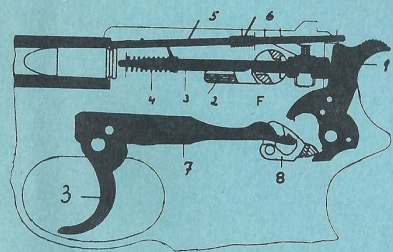
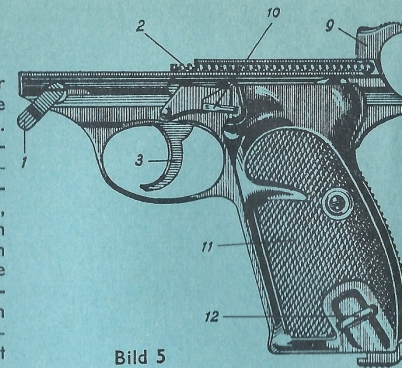

Bild 4
Bild 5
Der gewölbte Teil des Verschlusses ist als Kammer ausgebildet (vgl. Bild 4).
In ihr lagert der Schlagbolzen (3) mit Feder (4) und der Signalstift (5) mit Feder (6). Bei geladener Pistole wird der Signalstift von der Patrone nach hinten gedrückt und tritt dann sicht- und fühlbar aus der Kammer heraus (vgl. in Bild 4 oben rechts). Den oberen Abschluß der Kammer bildet der Deckel. Hinter dem Deckel befindet sich die Kimmme.
Der Griff (Bild 5) dient zur Handhabung der Waffe sowie zur Aufnahme des Magazins. Der obere Teil ist als Gleitbahn für den Verschuß ausgebildet. Vorn ist der Rohrhaltehebel (1) angebracht, der das Vor- u. Zurückgleiten des Rohres begrenzt. Oben in den seitlichen Nuten liegt je eine Schließfeder (2) mit Führungsbolzen. Siewerdendurch den zurückgleitenden Verschuß zusammengedrückt (gespannt) und bringen den Verschuß nach beendetem Rücklauf wieder nach vorn. Am Griff befindet sich der Abzug (3), der mit Hilfe der Abzugsstange — Bild 4 (7) — und dem Spannstück — Bild 4 (8) den Hahn (9) betätigt. Der Auswerfer liegt hinter der Aussparung für das Magazin. Auf der linken Seite befindet sich der Fanghebel (10). Er hält den Verschuß, nachdem das Magazin leergeschossen, in hinterster Stellung fest. Seitlich wird der Verschuß durch die beiden Griffschalen (11) abgeschlossen. An der linken Griffschale ist ein Ring für den Trageriemen angebracht (12).